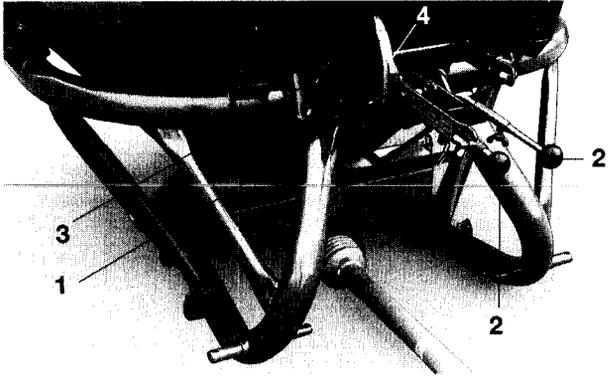

Fig. 7.5
- Positionner l'arrête de lecture (fig. 7.5/4) de la butée sur la graduation appropriée de l'échelle (7.5/3) fournie par le tableau, correspondant à l'ouverture des trappes recherchée.